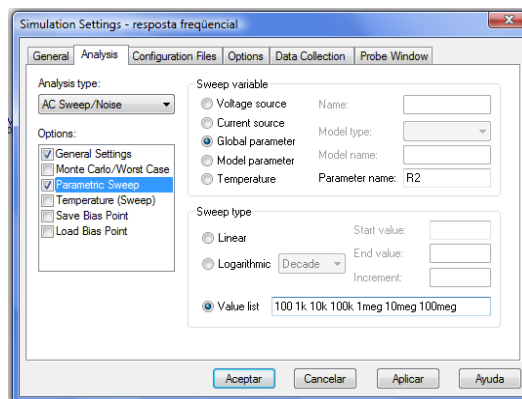

Figura 17
2. Heu d'editar la configuració del perfil de la simulació seleccionant **Pspice > Edit Simulation Profile** fent aparèixer la finestra **Simulation Settings**. A la pestanya **Analysis**, i un cop configurada la simulació **AC**, heu d'escollir “**Parametric Sweep**” a la zona que posa “**Options**”. Completeu la configuració tal com es mostra a la Figura 17: